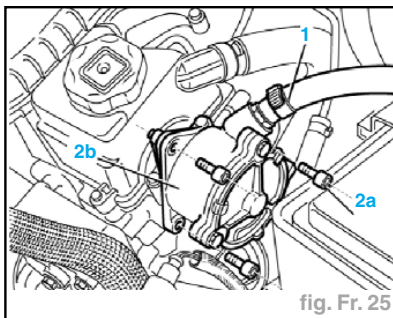

fig. Fr. 25
- Détacher de la pompe à vide le tuyau de prise de dépression (1).
- Dévisser les vis de fixation (2a) et retirer la pompe à vide (2b) avec le joint O-Ring (fig. Fr. 25).